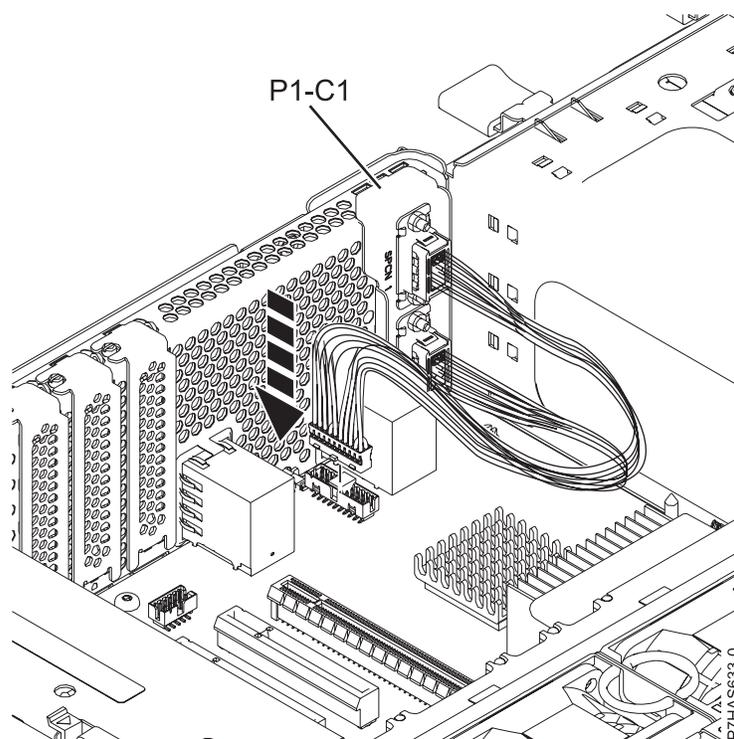

図 4. SPCN ケーブル・アセンブリーの取り付け
- c. 図 4 に示されているように、ケーブルのもう一方の端をシステム・バックプレーンのコネクターに差し込みます。